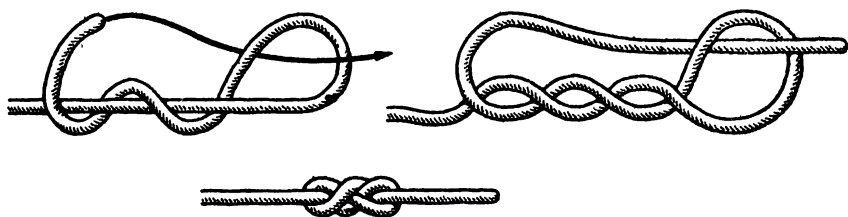

Рис. 4. Стивидорный узел
**Стивидорный узел** (рис. 4) Как и восьмерка, этот узел является стопором для тросов, проходящих через шкивы блоков. Вяжется он таким же способом, но с той лишь разницей, что ходовой конец вводится в петлю после того, как будет обнесен вокруг коренного конца троса дважды. При затягивании этого узла надо следить, чтобы слага на коренном конце не перекрутились и не проскочили в петлю. Затянутый стивидорный узел легче развязать, если потянуть за петлю, которая находится ближе к коренному концу.